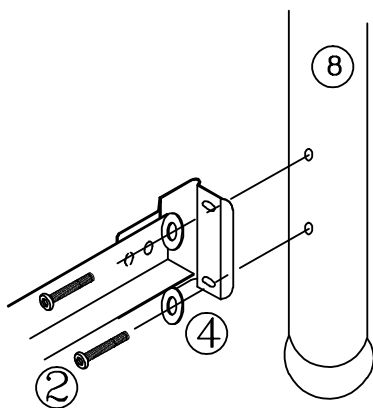

FIGURE 3
- Placer d'abord une rondelle plate (4) puis un écrou (3) sur chaque vis. Serrer à la main, NE PAS SERRER les vis complètement.
- Positionner le panneau de pied de lit et aligner les trous du montant (8) avec les trous du support du cadre. (Voir figure 3)
- Placer une rondelle plate (4) sur chaque vis (2). Insérer dans le support et dans le montant. Serrer à la main, NE PAS SERRER complètement